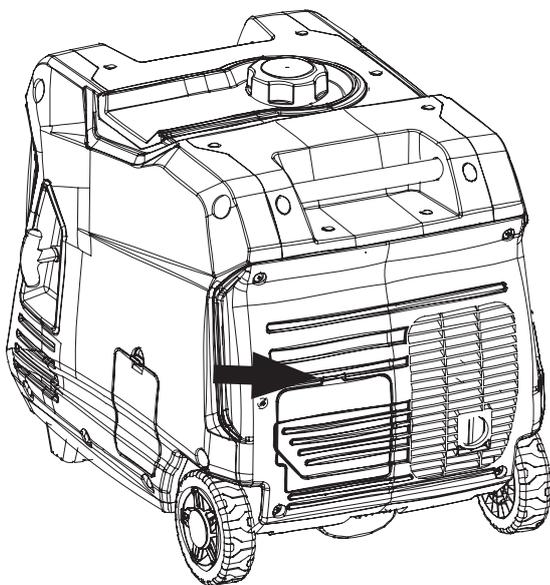

Figure 1: Panneau de service de la batterie
1. Détachez le panneau d'accès à la batterie à l'arrière de l'appareil à côté du silencieux (voir figure 1).